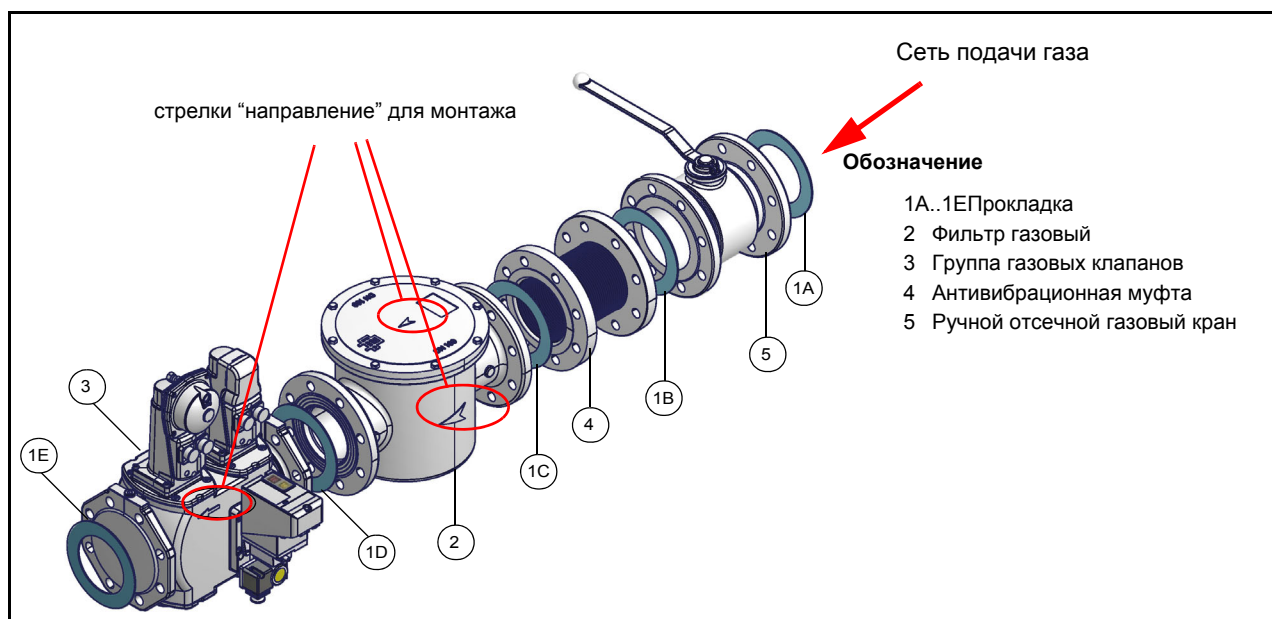

Рис. 5 - Пример газовой ramпы
- 1 - б) при фланцевых соединениях: между соседними компонентами устанавливать прокладку (1A..1E - Рис. 5), совместимую с используемым газом,
ВНИМАНИЕ: после монтажа газовой ramпы согласно схеме на Рис. 5, необходимо провести тестирование на герметичность газовой контура, согласно требований действующих нормативов.